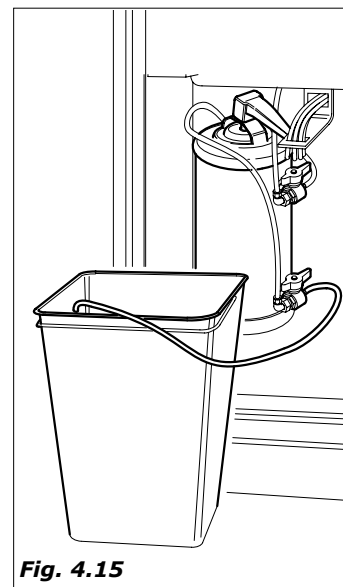

Fig. 4.15
- dejar circular el agua hasta que salga limpia (Fig.4.15)